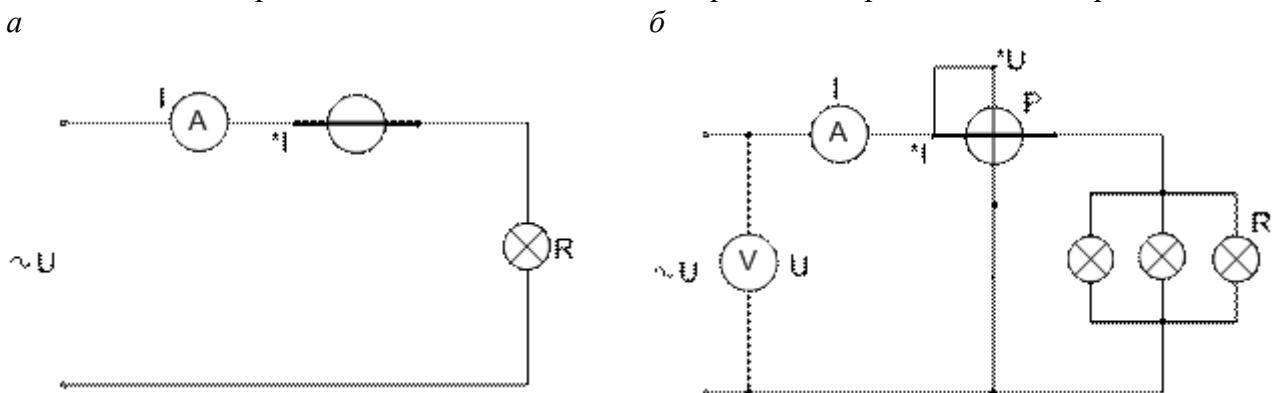

Рис. 1.2. Электрическая цепь: *a* – первый этап; *б* – второй этап
1. Собрать электрическую схему в соответствии с рис. 1.2: